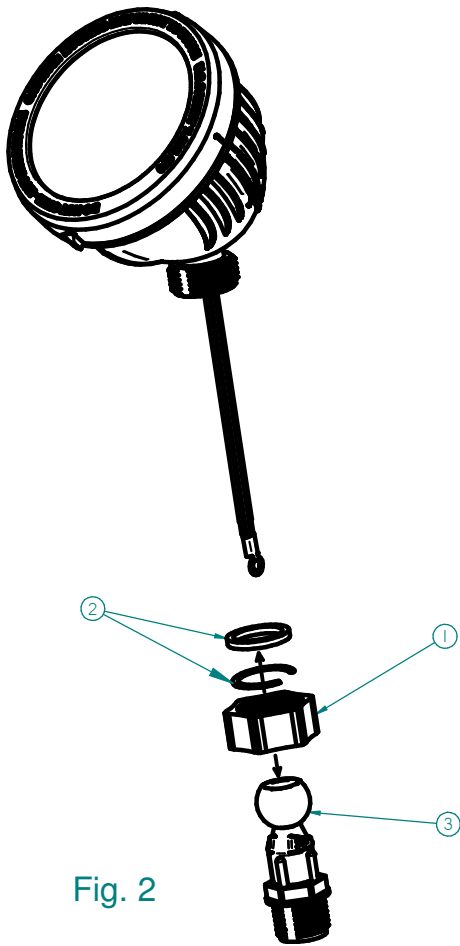
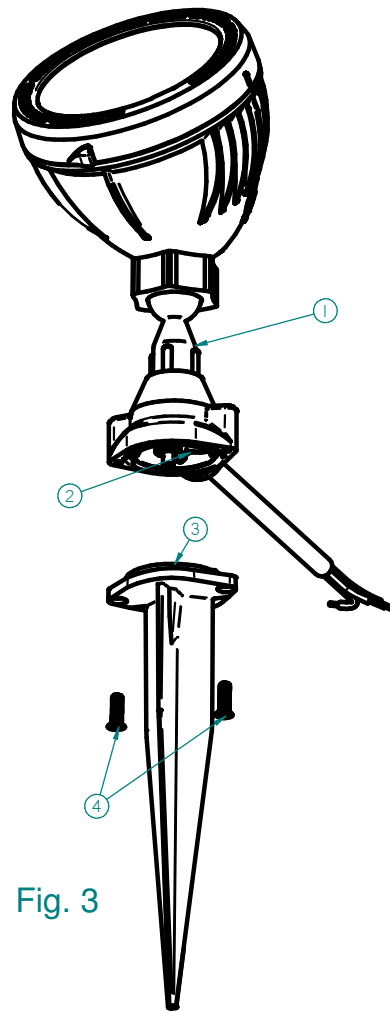

Fig. 2
Fig. 3
Removing Fixture Arm and Mounting Fixture on Stake (See Fig. 2 and Fig. 3)
- Completely loosen lock nut (Item 1, Fig. 2) to remove threaded arm from fixture.
- Remove gasket and lock washer (Item 2, Fig. 2) from inside lock nut in order to remove threaded arm (Item 3, Fig. 2) from lock nut.
- Place lock nut on stake arm (Item 1, Fig. 3). Place lock washer on stake arm inside of lock nut. Place gasket on stake arm inside of lock nut.
- Attach black wire from fixture to black wire from SO cord (Item 2, Fig. 3), using wire nut from hardware bag.
- Attach white wire from fixture to white wire from SO cord (Item 2, Fig. 3), using wire nut from hardware bag.
- Attach green wire to ground screw, located on top of the stake (Item 3, Fig. 3).
- Attach stake to stake arm using screws from hardware bag (Item 4, Fig. 3). Be careful not to pinch any wires when attaching.
Retrait Fixture Arm et de fixation sur piquet (voir Fig. 2 et Fig. 3)•**Coupez l'alimentation de connexions électriques.**
- Complètement desserrer l'écrou de blocage (Point 1, Fig. 2) pour retirer le bras fileté de montage.
- Retirer le joint et las rondelle de blocage (article 2, Fig. 2) de l'intérieur écrou de blocage afin de retirer le bras fileté (Point 3, Fig. 2) du contre-écrou.
- Placez l'écrou de blocage sur le bras de jeu (Point 1, Fig. 3). Placez la rondelle de blocage sur le bras de la pile à l'intérieur du contre-écrou. Placez le joint sur le bras de jeu à l'intérieur de l'écrou de blocage.
- Attacher le fil noir du luminaire au fil noir du cordon SO (Point 2, Fig. 3), en utilisant écrou de fil du sac de quincaillerie.
- Attacher le fil blanc du luminaire au fil blanc du cordon SO (Point 2, Fig. 3), en utilisant écrou de fil du sac de quincaillerie.
- Fixer le fil vert à la vis de terre, situé sur le dessus de la participation (article 3, Fig. 3).
- Fixez participation à bras de jeu en utilisant des vis de sac de matériel (article 4, Fig. 3). Veillez à ne pas pincer les fils lors de la fixation.